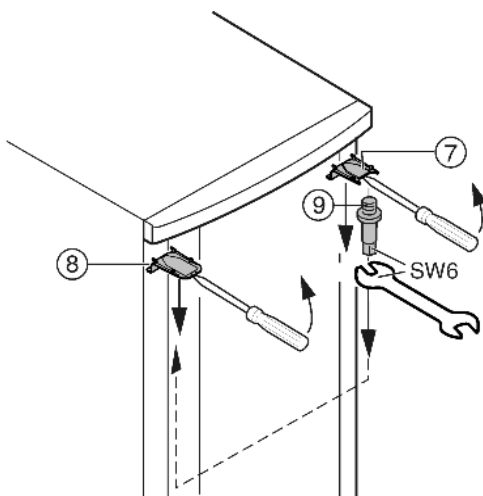

Fig. 7
- ▶ Viršuje dengiamąją plokštelę Fig. 7 (7) irdengiamąją plokštelę Fig. 7 (8) priekyje atkelkite atsuktuvu ir, traukdami įstrižai, jas nuimkite.
- ▶ Išsukite atraminį varžtą Fig. 7 (9) ir tvirtai (su 4 Nm) įsukite kitoje pusėje.
- ▶ Dengiamąją plokštelę Fig. 7 (7) vėl sumontuokite atraminio varžto pusėje: įstatykite galine puse, įsprauskite priekinę dalį.
- ▶ Dengiamąją plokštelę Fig. 7 (8) sumontuokite priešingoje pusėje: įstatykite galine puse, įsprauskite priekinę dalį.
- ▶ Užkabinkite duris viršuje už atraminės gembės Fig. 7 (9).